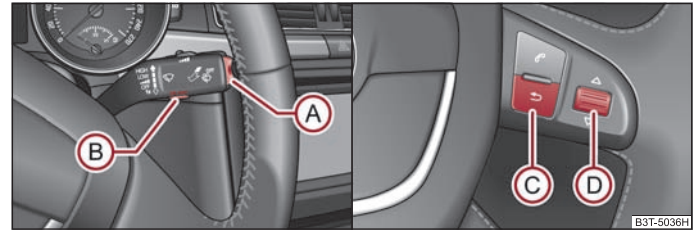

Abb. 19 Multifunktionsanzeige: Bedienelemente am Scheibenwischerhebel / Bedienelemente am Multifunktionslenkrad
Das Umschalten des Speichers erfolgt mit Hilfe der Taste **(B)** ⇒ Abb. 19 auf dem Scheibenwischerhebel oder mit Hilfe der Taste **(D)** auf dem Multifunktionslenkrad*
⇒ Abb. 19.
⇒ Abb. 19. Das Umschalten und Zurücksetzen am Multifunktionslenkrad erfolgt mit dem Rändelrad **(D)** ⇒ Abb. 19.
Sinkt die Außentemperatur unter +4 °C, erscheint vor der Temperaturanzeige ein Schneeflockensymbol (Warnsignal für Glatteis) und es ertönt ein Warnsignal. Nach dem Drücken der Wipptaste **(A)** ⇒ Seite 20, Abb. 19 am Scheibenwischerhebel bzw. der Taste **(C)** ⇒ Seite 20, Abb. 19 am Multifunktionslenkrad* wird die Funktion dargestellt, die zuletzt angezeigt wurde.
Drücken der Taste **(B)** ⇒ Seite 20, Abb. 19 am Scheibenwischerhebel oder des Rändelrads **(D)** ⇒ Seite 20, Abb. 19 am Multifunktionslenkrad* für länger als 1 Sekunde.
Wenn Sie den durchschnittlichen Kraftstoffverbrauch für einen bestimmten Zeitabschnitt messen möchten, müssen Sie zu Beginn der Messung den Speicher auf Null setzen, mit der Taste **(B)** am Scheibenwischerhebel ⇒ Seite 20, Abb. 19 oder mit dem Rändelrad **(D)** am Multifunktionslenkrad* ⇒ Seite 20, Abb. 19. Nach dem Löschen erscheinen im Display auf den ersten 100 m Fahrstrecke Striche.
Im Display erscheint die zurückgelegte Fahrstrecke, die seit dem letzten Löschen des Speichers ⇒ Seite 19 vergangen ist. Wenn Sie die zurückgelegte Fahrstrecke von einem bestimmten Zeitpunkt an messen möchten, müssen Sie zu diesem Zeitpunkt den Speicher auf Null setzen, durch Drücken der Taste **(B)** ⇒ Seite 20, Abb. 19 am Scheibenwischerhebel oder des Rändelrads **(D)** am Multifunktionslenkrad* ⇒ Seite 20, Abb. 19.
Im Display wird die durchschnittliche Geschwindigkeit in km/h seit dem letzten Löschen des Speichers angezeigt ⇒ Seite 19. Wenn Sie die durchschnittliche Fahrgeschwindigkeit für einen bestimmten Zeitabschnitt messen möchten, müssen Sie zu Beginn der Messung den Speicher auf Null setzen, mit der Taste **(B)** ⇒ Seite 20, Abb. 19 am Scheibenwischerhebel oder mit dem Rändelrad **(D)** am Multifunktionslenkrad* ⇒ Seite 20, Abb. 19.
- Drücken Sie die Taste **(B)** ⇒ Seite 20, Abb. 19 am Scheibenwischerhebel oder das Rändelrad **(D)** am Multifunktionslenkrad* ⇒ Seite 20, Abb. 19. Im Informationsdisplay* wird angezeigt **Speed warning 50 km/h (Warnung bei 50 km/h)**. Diesen Wert können Sie mit Hilfe der Taste **(A)** am Scheibenwischerhebel oder durch Drehen des Rändelrads **(D)** am Multifunktionslenkrad* erhöhen oder verringern.
Wenn Sie jetzt die eingestellte Geschwindigkeitsgrenze überschreiten, wird im Display **Speed 50 km/h exceeded (Geschwindigkeit 50 km/h überschritten)** angezeigt. Diese Meldung wird so lange angezeigt, bis Sie die Geschwindigkeit unter die eingestellte Grenze reduzieren oder die Meldung ausschalten, durch Drücken der Taste **(B)** am Scheibenwischerhebel ⇒ Seite 20, Abb. 19 oder des Rändelrads **(D)** am Multifunktionslenkrad* ⇒ Seite 20, Abb. 19.